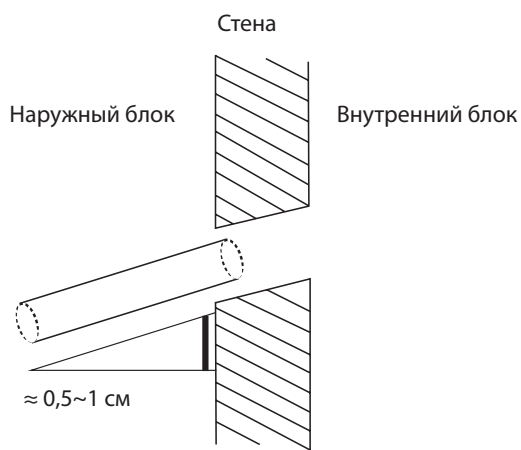

Рис. 6.2
6. С помощью трубчатого сверла просверлите в стене отверстие диаметром 65 мм. Отверстие следует просверлить с небольшим наклоном вниз, чтобы наружный край отверстия был ниже внутреннего края приблизительно на 1 см. Это обеспечит правильный сток воды (см. рис. 6.2). Поместите в отверстие защитную манжету. Это защитит края отверстия и поможет герметизировать его после завершения монтажа.